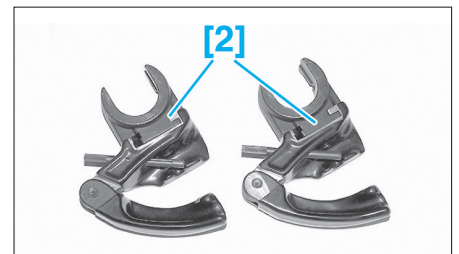

FIG. 12
- [2]. Griffes du compresseur de ressort (Fig.12).